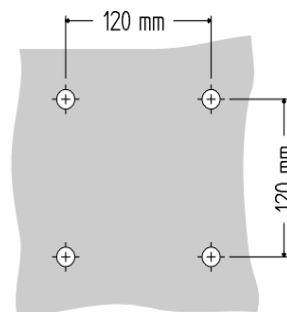

Fig. 8
- haga en la pared 4 agujeros $\varnothing 8$ profundos 45 mm como se muestra en la Fig. 8;